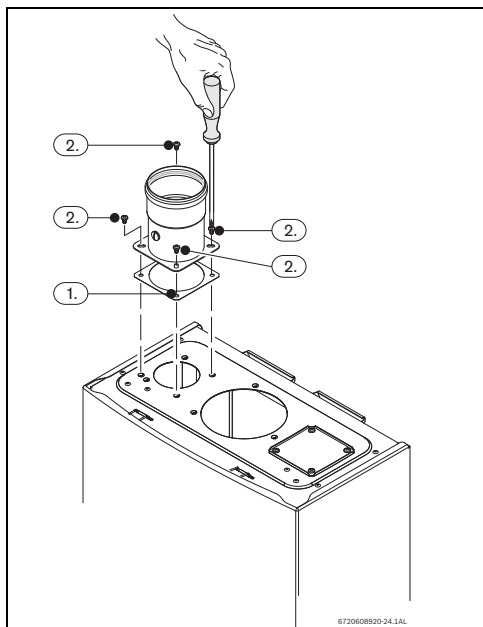

Fig. 23
- ▶ Colocar el vedante entre el aparato y el accesorio, consultar la Fig. 23, [1].
- ▶ Apretar los 4 tornillos del accesorio de admisión de aire, consultar la Fig. 23, [2].